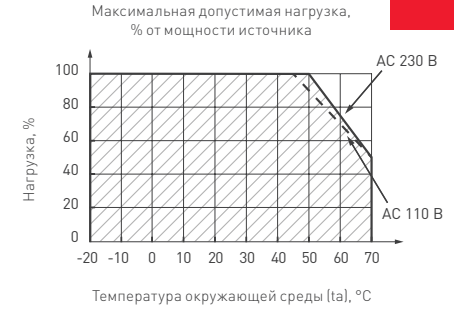

Рис. 3. Нагрузочная способность источника питания в зависимости от температуры
- Не нагружайте источник питания более чем на 80% от его максимальной мощности. Учитывайте, что с повышением температуры окружающей среды максимальная мощность источника питания снижается (см. график зависимости на рис. 3).